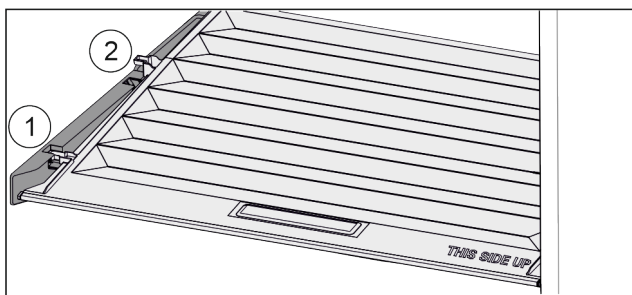

Fig. 56
- ▶ Trekk dekslet til åpningen i holdedelene fremover Fig. 56 (1).
- ▶ Løft ut nede bak og ta opp og ut Fig. 56 (2).